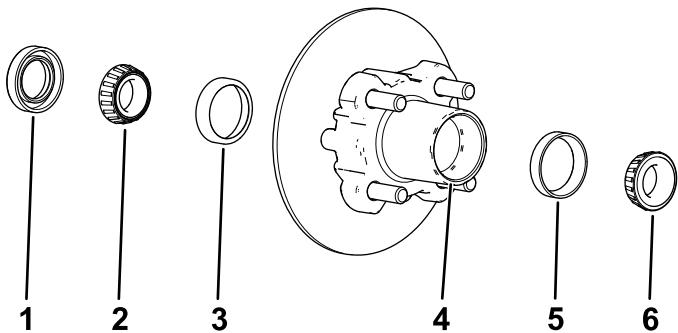

図 33
- ハブから外側のベアリングとベアリングレースを取り図 33。
2. ハブから、シール、内側のベアリングを外す図 33。
5. ハブについているグリス、ごみなどをきれいに取り除く図 33。
7. キャビティの50-80 %程度にグリスを詰める図 33。
8. ハブの内側に内側ベアリングを取り付け、シールをはめる図 33。